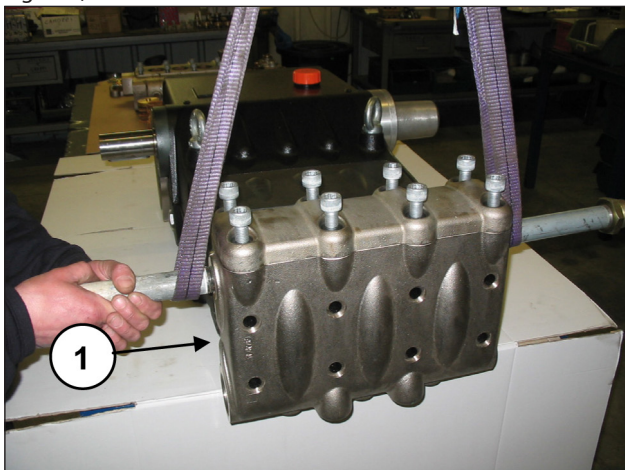
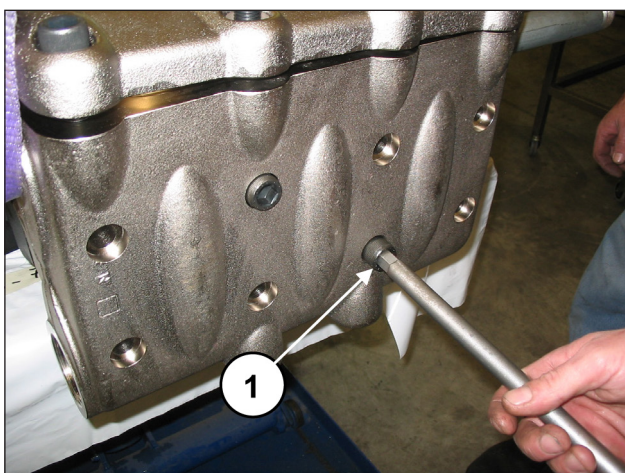

Fig. 134
Fig. 135
Montar la cabeza en el cárter de la bomba (pos. ①, Fig. 134) sin golpear los pistones y apretar los 8 tornillos M16x150 (pos. ①, Fig. 135).
Apretar en diagonal los 4 tornillos M16x150 internos (ver Fig. 135) y a continuación los 4 externos.